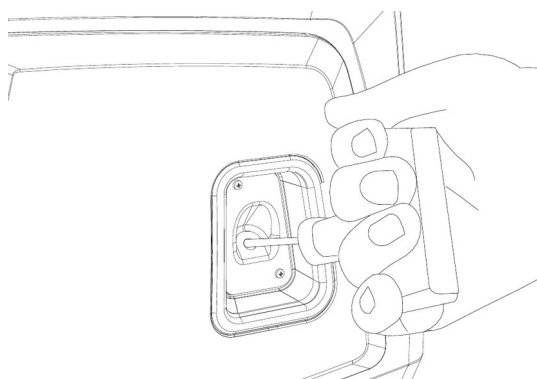

FIG. 7 — Arrancador de retrocesso
- 6) Segure o gerador pela asa, puxe lentamente o punho do arrancador (5) até sentir resistência e depois puxe com firmeza (FIG. 7). Acompanhe o cordão no seu recolhimento.
- 7) Quando o motor arrancar, empurre o estrangulador (F) para a posição de marcha à medida que o motor aquece.